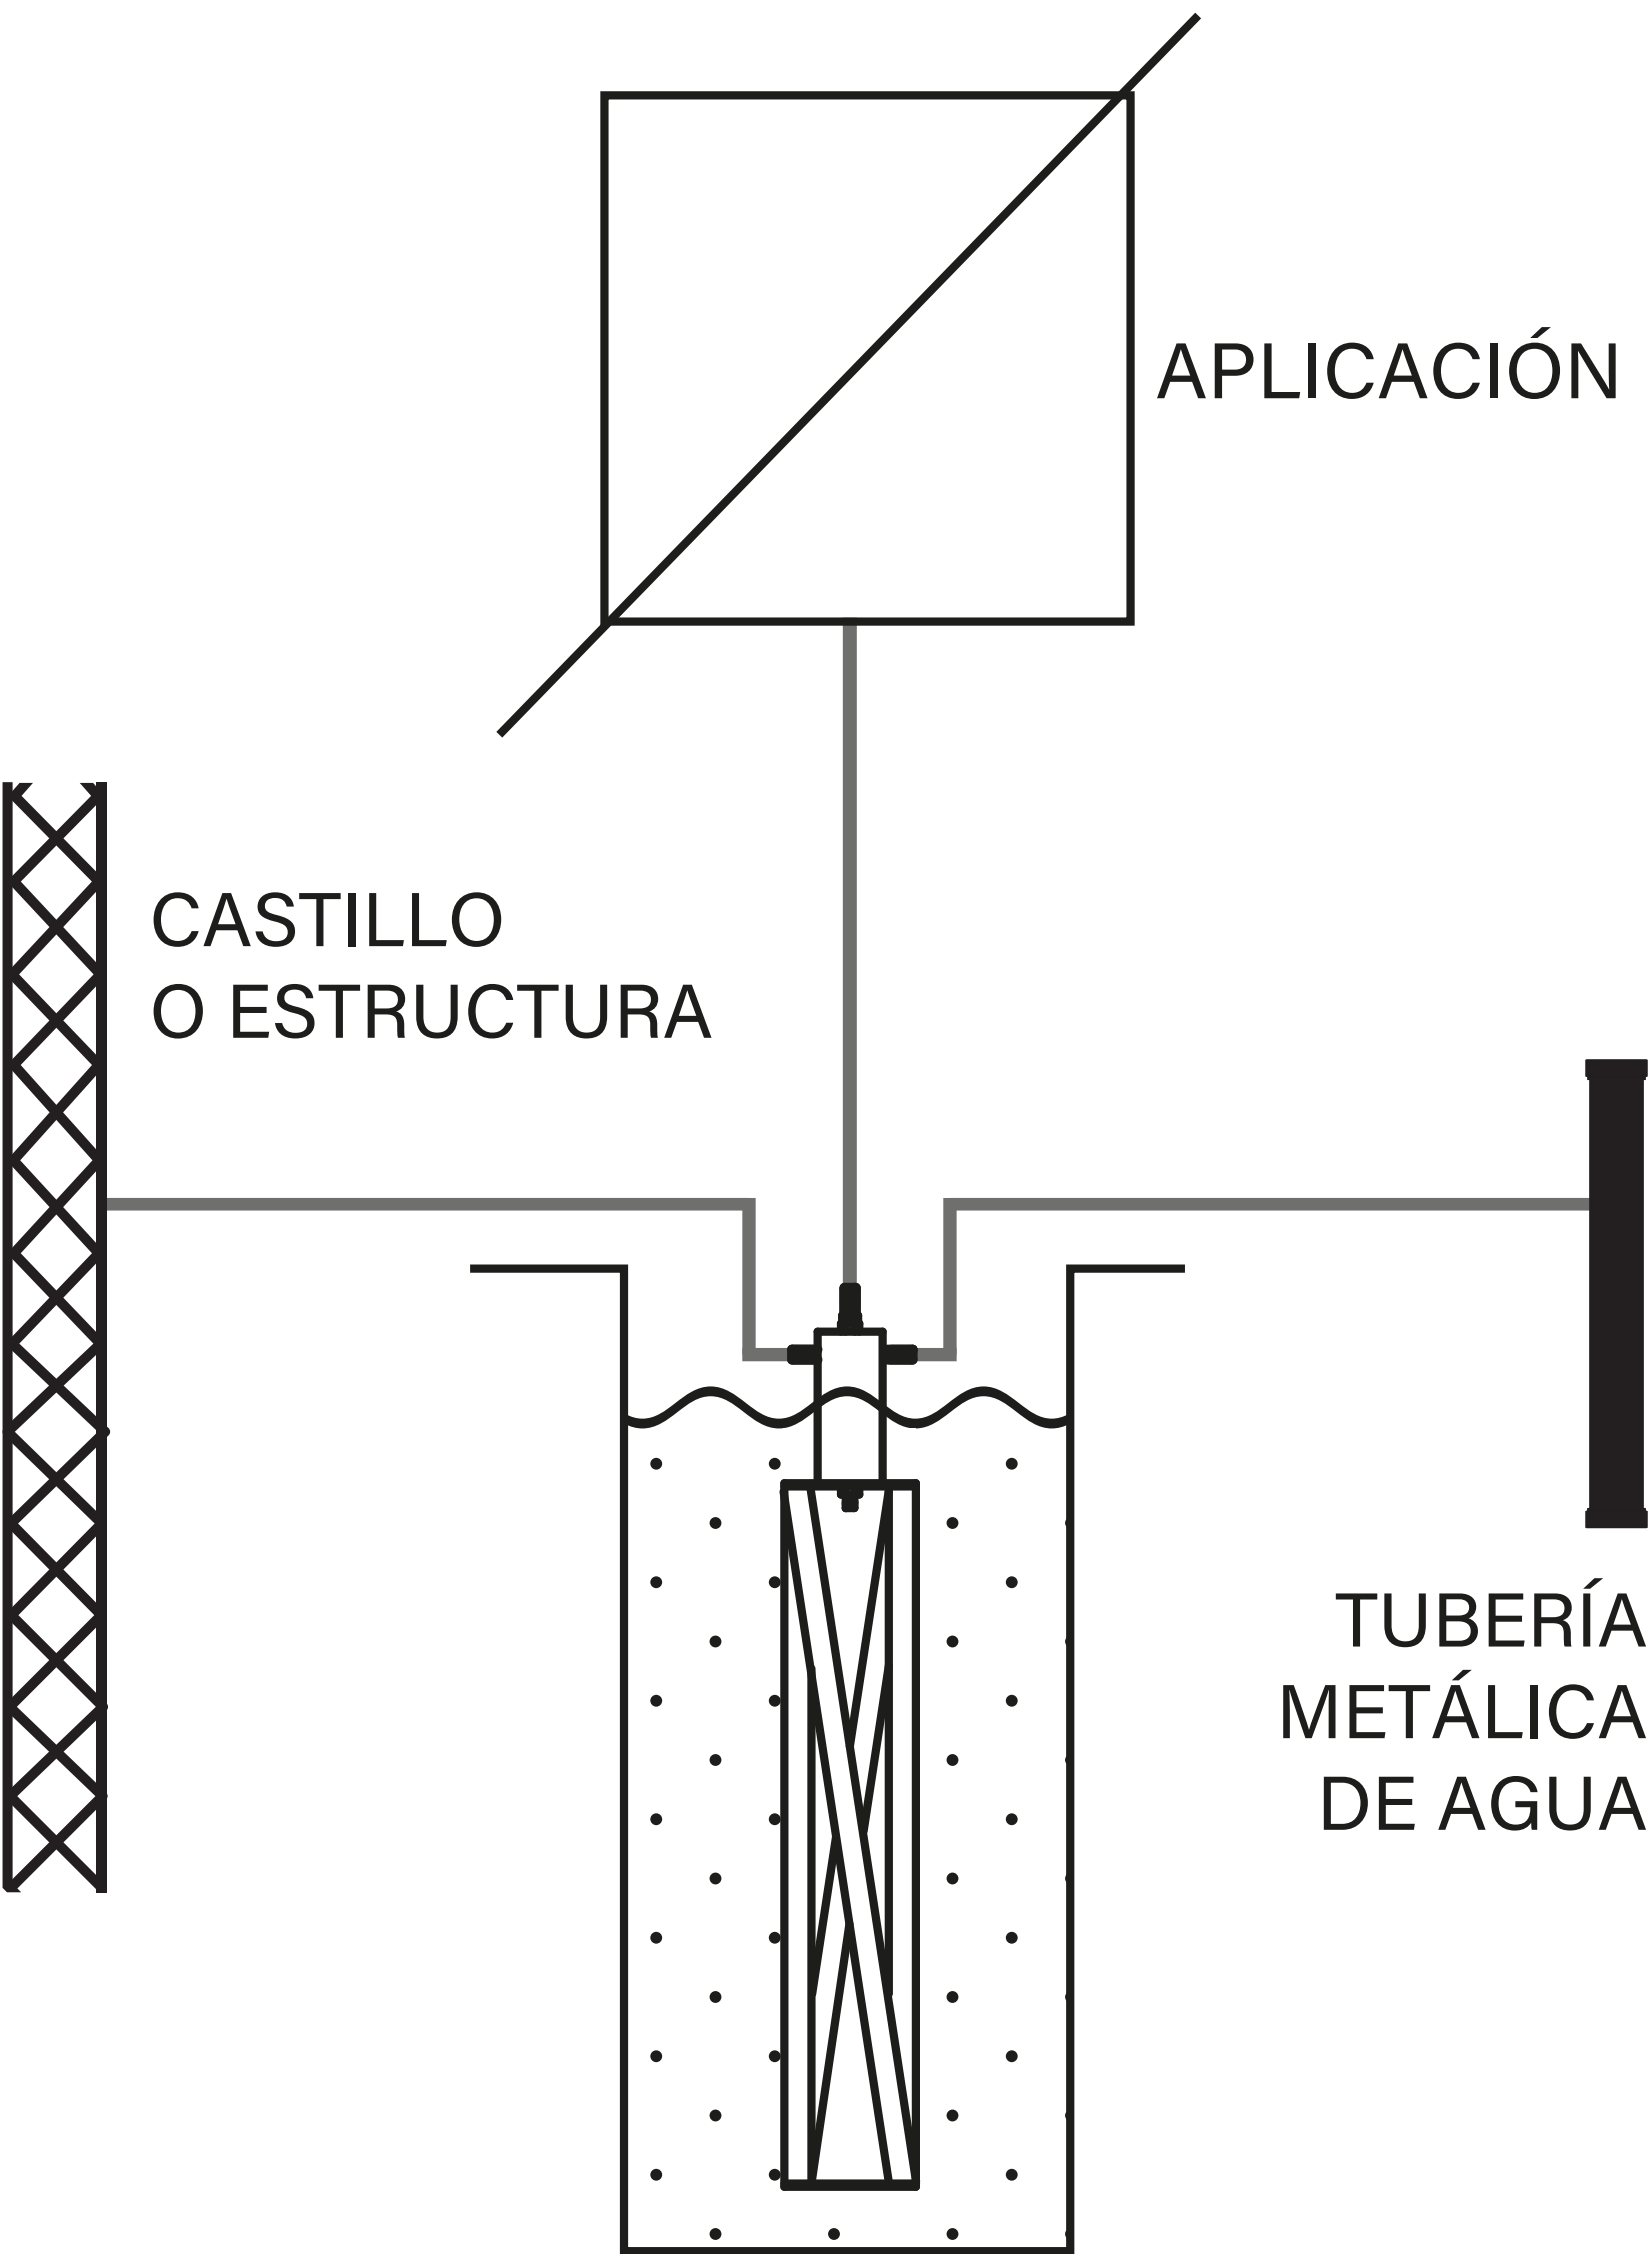

Figura 5.
Ejemplo de instalación en *Figura 5.*
4.2 Electrodo con acoplamiento en bobina. *Figura 5.*